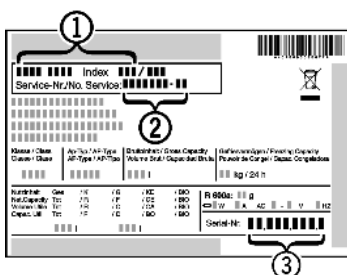

Fig. 11
- Z typového štítku odčítajte označenie zariadenia Fig. 11 (1), servisné č. Fig. 11 (2) a sériové č. Fig. 11 (3). Typový štítek je na ľavej vnútornej strane zariadenia.
- Upovedomte zákaznícky servis a oznámte chybu, označenie zariadenia Fig. 11 (1), servisné č. Fig. 11 (2) a sériové č. Fig. 11 (3).